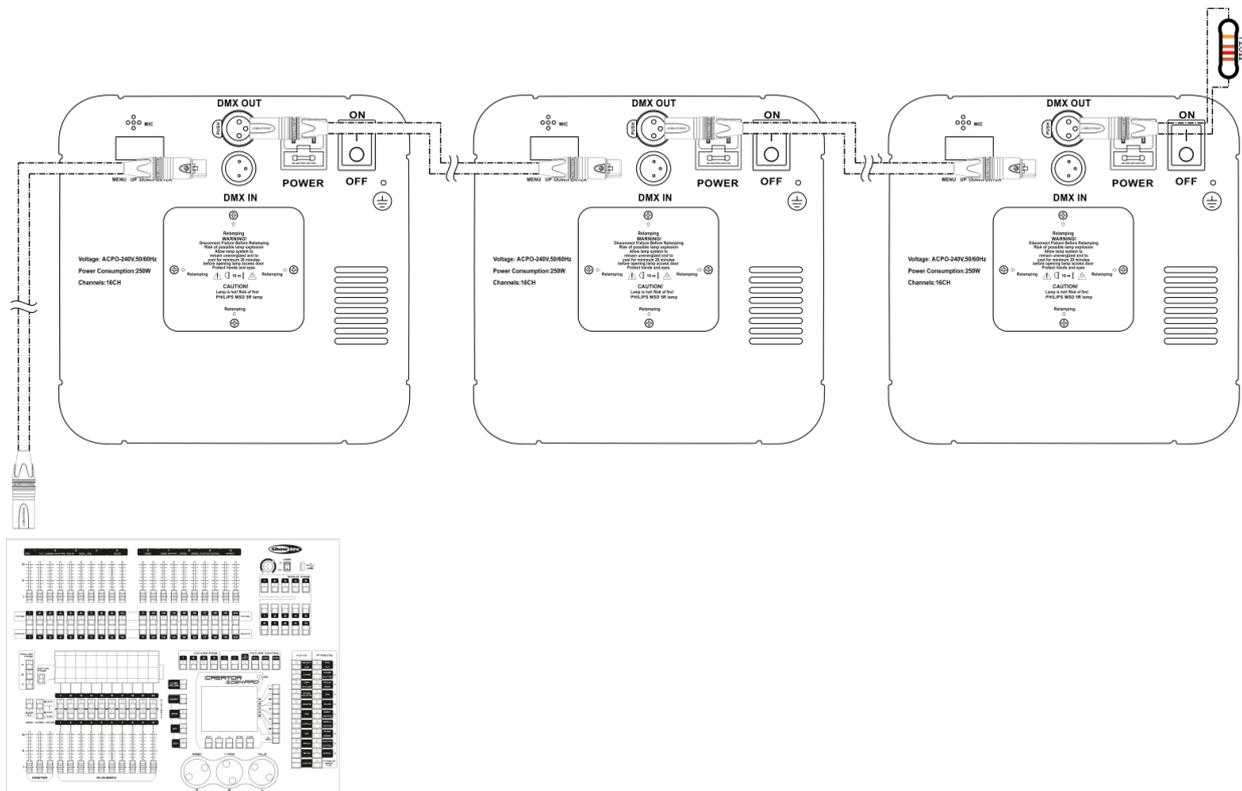

Fig. 05
- 05) Conecte las unidades entre ellas como se indica en la Fig. 05. Conecte un cable de señal DMX que vaya desde el conector DMX Out (salida) de la primera unidad al conector DMX In (entrada) de la segunda unidad. Repita este proceso para interconectar las unidades segunda, tercera y cuarta.